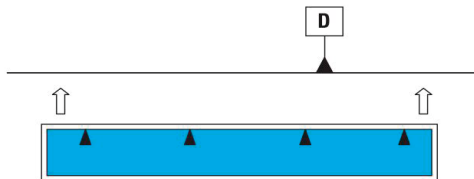

Abb. 5: Montagefläche Bezugskante = D
1. Ausrichtung der Skala: Richten Sie die Skala so aus, dass die Pfeilspitzen auf der blauen Schutzfolie zur Referenzkante "D" der Montagefläche zeigen, wie in **Abb. 5** dargestellt.